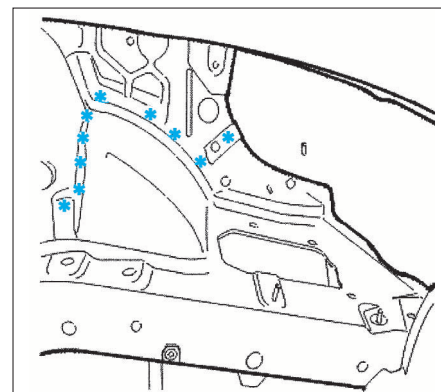

FIG. 16
- Fraiser les points de soudure électrique (Fig.16).